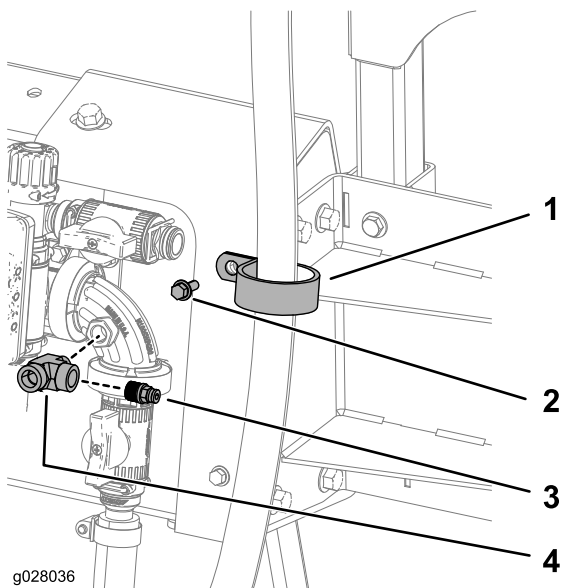

Figura 14
- Instale el acoplamiento en el orificio abierto del acoplamiento de 90 grados (Figura 13 y Figura 14).
- Sujete la manguera (71 pulgadas) al soporte superior con 1 abrazadera en R, 1 perno (1/4-20 x 3/4 pulgada) y 1 tuerca (1/4-20 pulgada), según se muestra en Figura 14.
6. Aplique cinta PTFE a las roscas del acoplamiento en T, y conecte el acoplamiento en T a la válvula de control (Figura 14).
7. Aplique cinta PTFE a las roscas del acoplamiento, y conecte el acoplamiento al acoplamiento en T (Figura 14).